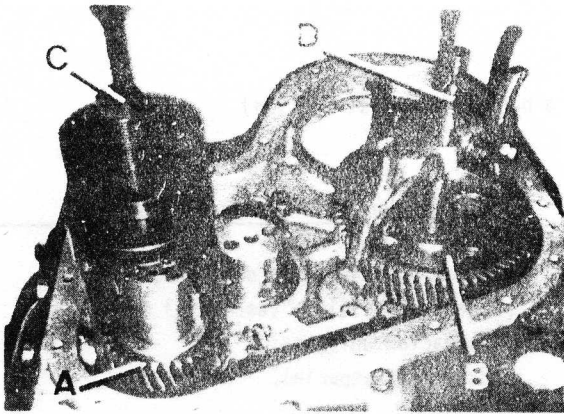

Fig. A4-96.- Desmontaje de los piñones.
- 1.8.- Desmontar el deflector de aceite y piñón del cigüeñal, haciendo uso del extractor especial (C) (Fig. A4-96).